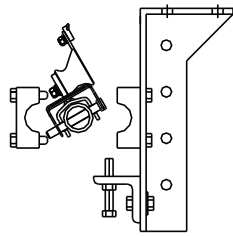
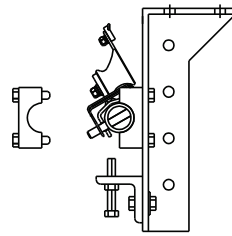
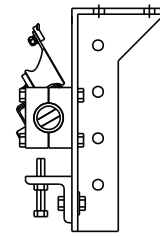

Fig. 4
Fig. 5
Fig. 6
Atornille la abrazadera del tubo de soporte al soporte utilizando los pernos de bloqueo de la abrazadera del tubo, como se muestra en la Fig. 4 Coloque el tubo de soporte en la mitad fija de la abrazadera del tubo de soporte, como se muestra en la Fig. 5 Atornille la mitad superior de la abrazadera del tubo de soporte en su lugar y asegúrese de que la punta de la cuchilla esté perpendicular a la correa como se muestra en la Fig. 6
- 2.) Retire la tapa de la abrazadera como se muestra en la Fig. 5 para retirar el tubo de los soportes de montaje.